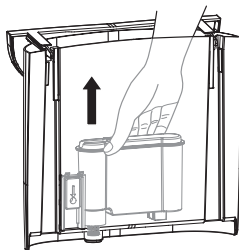

fig. 12: Extraer el filtro de agua
3. Extraiga el filtro de agua (fig. 12).